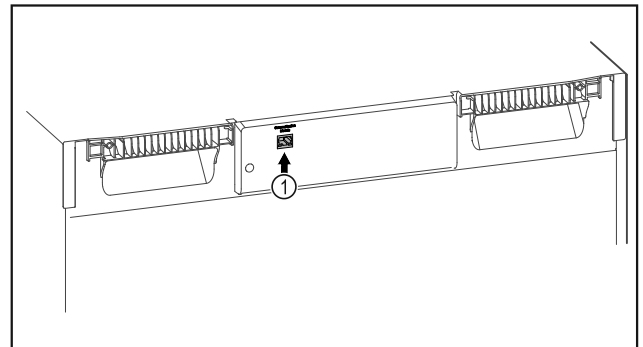

Fig. 70
- ❑ SmartModule Fig. 70 (1) ist eingesetzt.